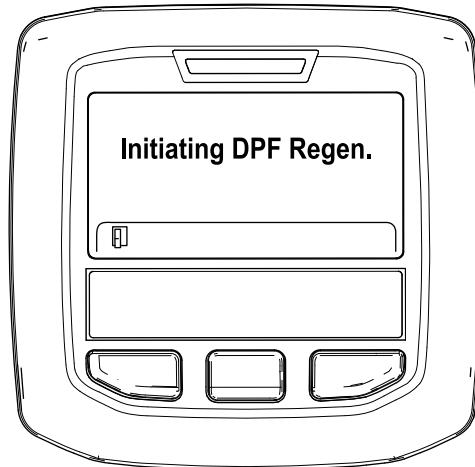

Bild 36
- Die Meldung „Initiating DPF Regen.“ wird angezeigt (Bild 36).